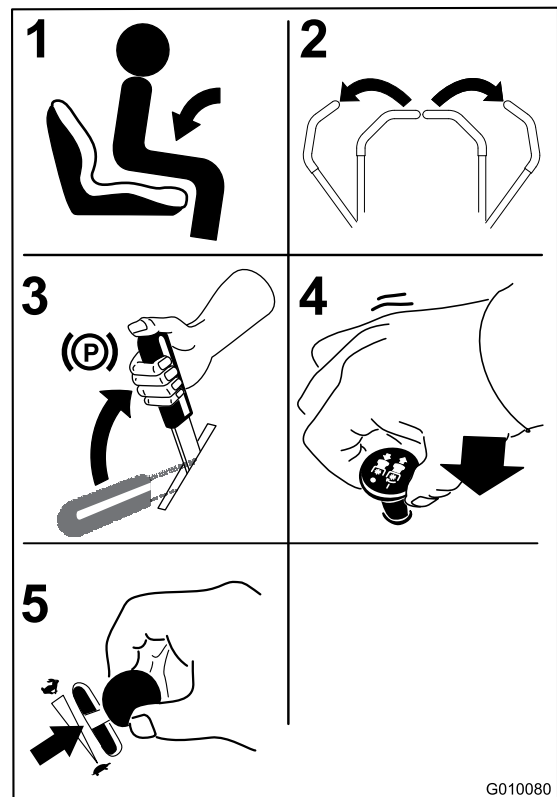

Figura 18
1. Siéntese en el asiento (Figura 18) y abroche el cinturón de seguridad.
2. Mueva los controles de movimiento hacia fuera a la posición de bloqueo/punto muerto (Figura 18).
3. Ponga el freno de estacionamiento (Figura 18); consulte Aplicación del freno de estacionamiento.
4. Mueva el mando de control de las cuchillas a la posición de Desengranado (Figura 18).